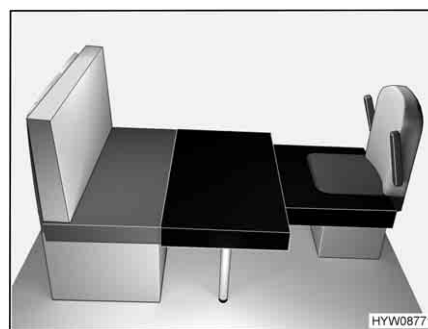

Fig. 51 Dopo la trasformazione
- Posizionare il cuscino aggiuntivo rettangolare davanti al cuscino del sedile del divano, sul tavolo, come illustrato nella Fig. 51.